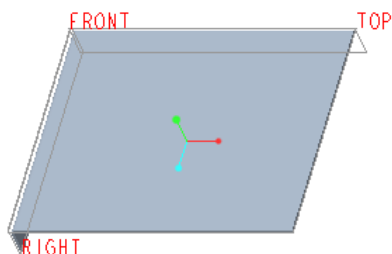
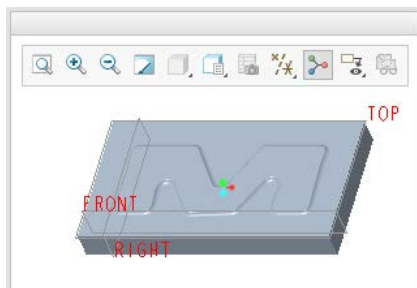

图 2-13 原始钣金件
图 2-14 在辅助窗口中显示凸模
(1) 在“快速访问”工具栏中单击“打开”按钮 ，系统弹出“文件打开”对话框，选择 bj_2_2b.prt，在“文件打开”对话框中单击“打开”按钮，该文件中的原始钣金件如图 2-13 所示。
(2) 在功能区的“模型”选项卡中单击“成型”下的 （下三角箭头）按钮，并单击 （凸模）按钮，打开“凸模”选项卡。
(3) 在“凸模”选项卡中打开 （打开）按钮，系统弹出“打开”对话框，选择本书配套资料中提供的 bj_2_punch_1.prt，接着单击“打开”对话框中的“打开”按钮。
(4) 在“凸模”选项卡中同时选中 （指定约束时在单独的窗口中显示元件）和 （指定约束时在装配窗口中显示元件）。在单独的窗口（辅助窗口）中显示的凸模如图 2-14 所示。
(5) 在“凸模”选项卡中确保选中 （手动放置）按钮，并单击 （从属复制）按钮。